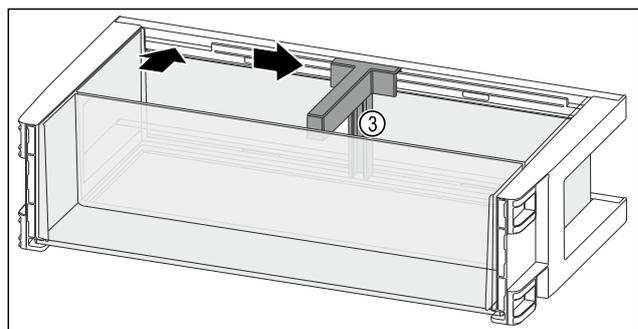

Fig. 120
- ▶ Flaschenhalter Fig. 120 (3) in die Aussparung einsetzen.
- ▶ Flaschenhalter Fig. 120 (3) in gewünschte Position zur Seite schieben.